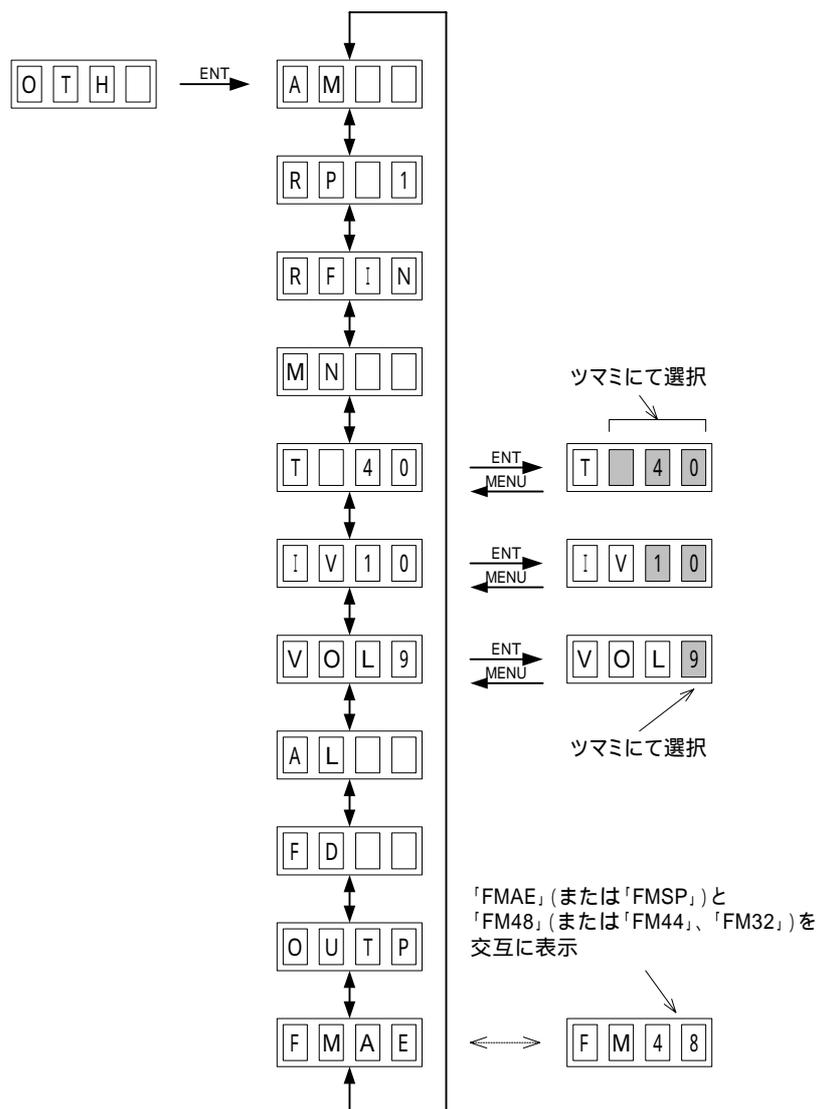

図4-9 表示器(「OTH」例)
1)メインメニューで「OTH」を選択し、**ENTER**ボタンを押すと図4-9のような設定メニューが表示されます。ツマミを回して変更項目を選択し**ENTER**ボタンを押して項目を決定します。